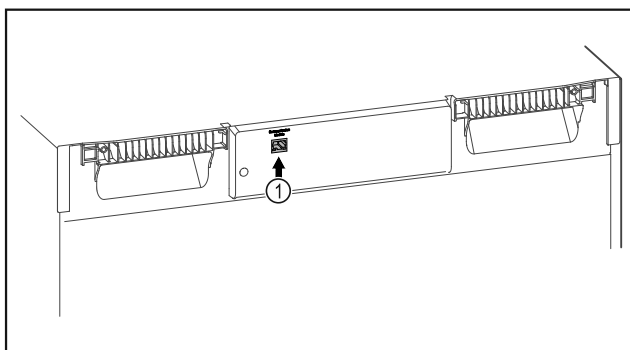

Fig. 99
- Założono SmartModule Fig. 99 (1).